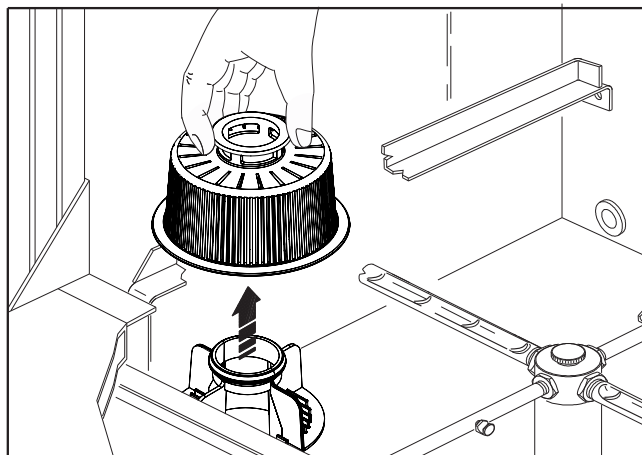

Fig. 17
5. saque y limpie el filtro de la bomba de lavado (fig. 17) y los filtros del tanque, si están presentes